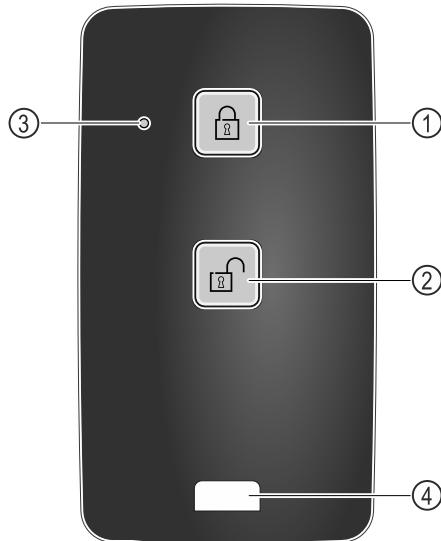

Fig. 221
- (1) Schloss verriegeln
- (2) Schloss entriegeln
- (3) Status LED
- (4) Befestigungsöse
- Taste Fig. 221 (1) auf der Fernbedienung drücken.
- Taste Fig. 221 (2) auf der Fernbedienung drücken.
- Status-LED Fig. 221 (3) gibt bei Tastendruck eine optische Rückmeldung.
- Öse Fig. 221 (4) zur Befestigung der Fernbedienung, zum Beispiel an einem Schlüsselbund.